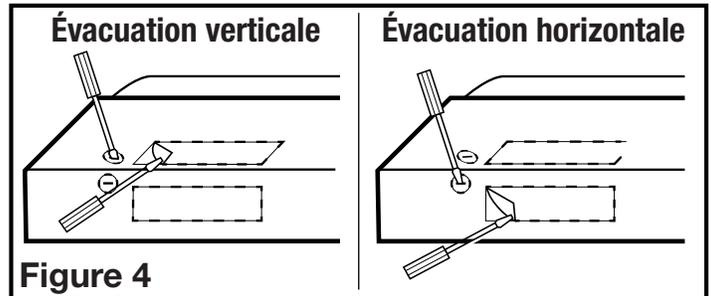

Figure 4
- Évacuation horizontale ou verticale** - Retirez la pièce rectangulaire défonçable. Pour ce faire, insérez un tournevis dans le pourtour et brisez les attaches qui le retiennent. Enlevez ensuite la pièce avec des pinces (**Figure 4**).
- Déterminez par où les fils entreront dans la hotte et retirez l'entrée électrique défonçable appropriée. Pour ce faire, insérez un tournevis dans la fente et faites un mouvement de va-et-vient jusqu'à ce que la pièce se détache (**Figure 4**).